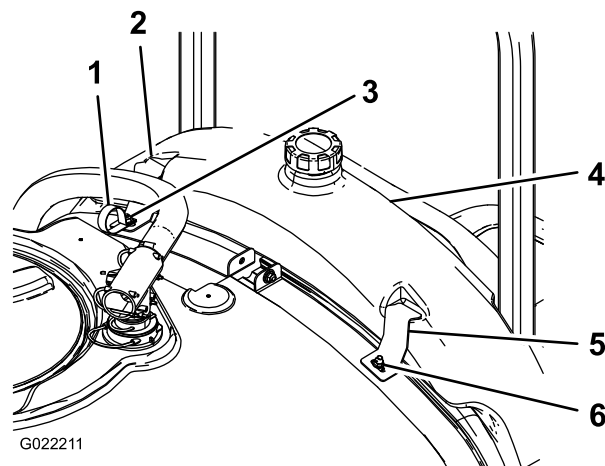

Figure 5
3. Posez le réservoir de rinçage comme montré à la Figure 5.
4. Au moyen de 2 écrous à embase, fixez les supports du réservoir de rinçage sur les boulons de carrosserie montés précédemment (Figure 5).